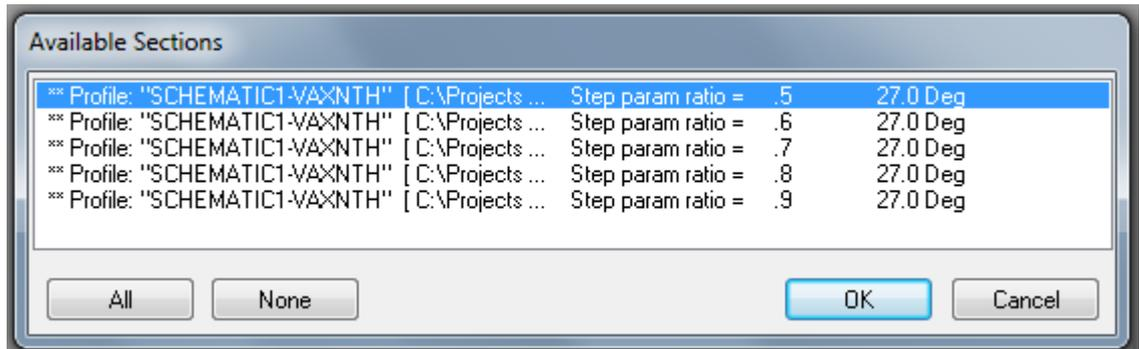

Рис. 2.36. Таблица доступных разделов
6. Выполняем моделирование. Таблица доступных разделов показана на рис. 2.36.